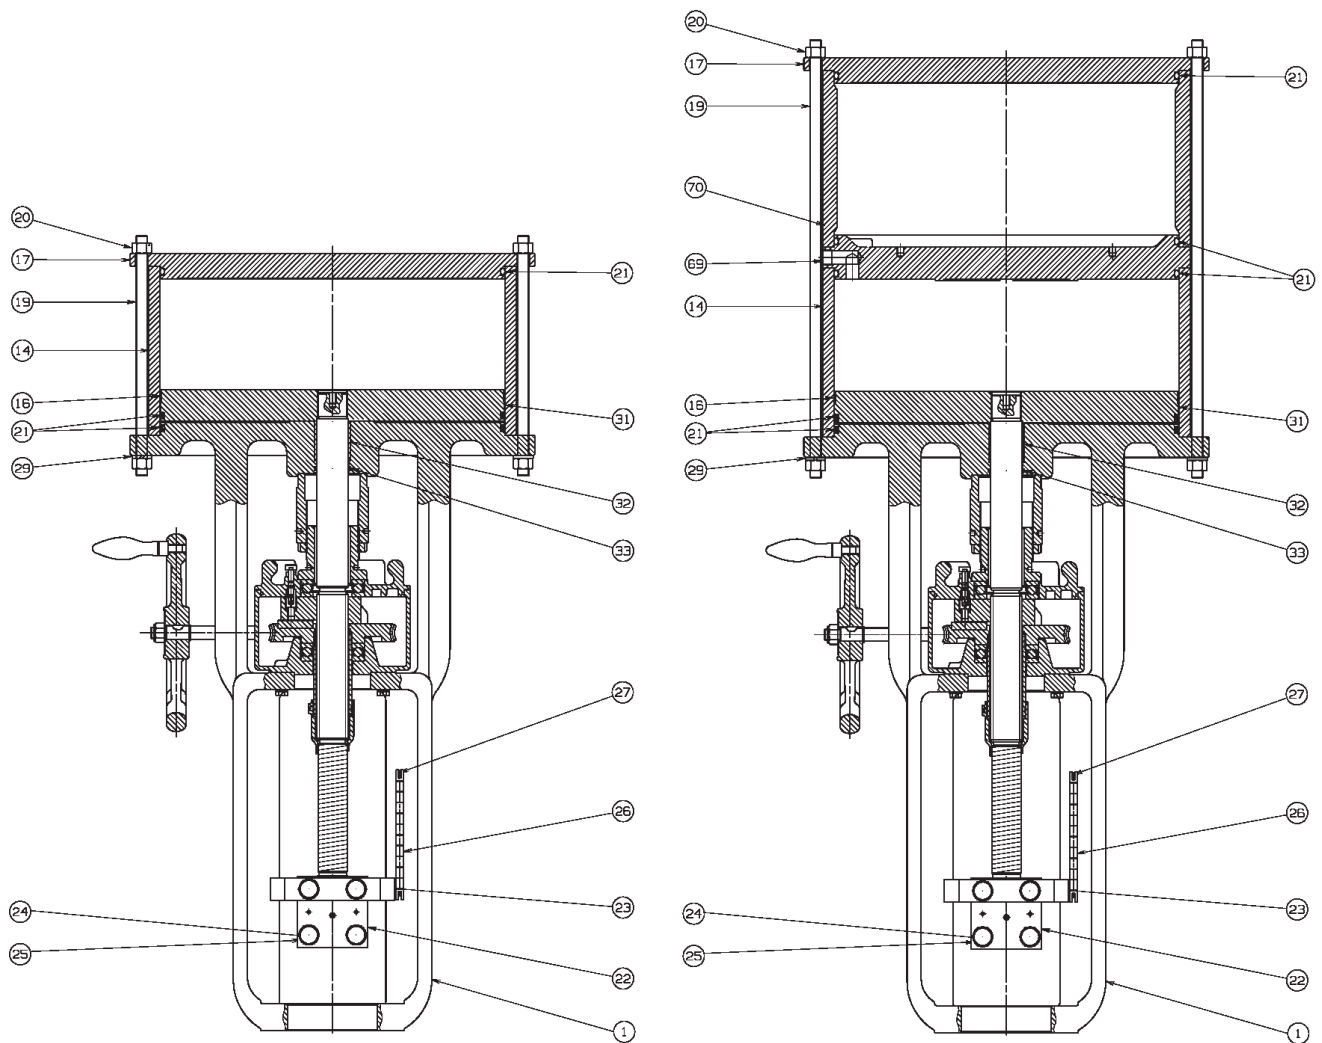
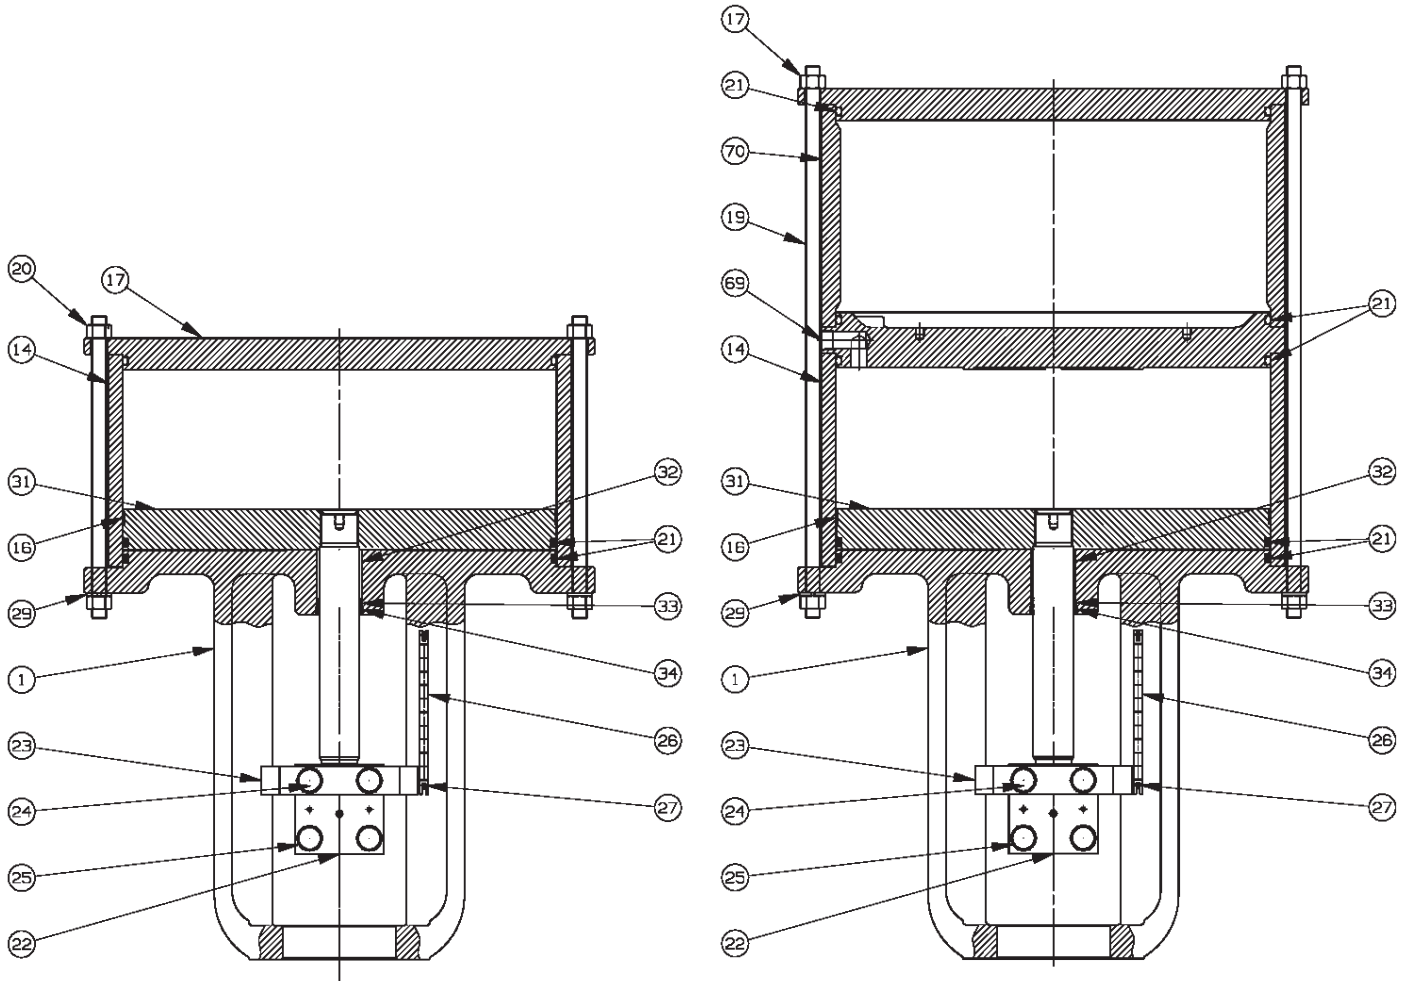

Figura 7 - Modelo 51 con volante, con/sin cámara de volumen
Figura 8 - Modelo 51 sin volante, con/sin cámara de volumen
2. Desconecte la tubería de aire de la placa superior (17) y el yugo (1), y asegúrese de que no haya presión de aire en el cilindro (Figura 7 y Figura 8).
2. Apague el suministro de aire al actuador y aisle la presión del proceso de la válvula para evitar el movimiento del tapón (Figura 7 en la página 19).
3. Desconecte la tubería de aire de la placa superior (17), la placa separadora (69) y verifique si hay presión de aire en el cilindro.
4. Retire las tuercas hexagonales (20), las arandelas de bloqueo de resorte (29) y los pernos centrales (19).
- **Con cámara de volumen:** Retire la placa superior (17), el tubo de la cámara de volumen (70), la placa separadora (69), el tubo del cilindro (14), las juntas tóricas (21) y el anillo guía (16).
- **Sin cámara de volumen:** Retire la placa superior (17), el tubo del cilindro (14), las juntas tóricas (21) y el anillo guía (16).
- **Con doble pistón:** Retire la placa superior (17), la tuerca del cilindro superior (20), la arandela elástica (6), la placa superior del pistón (31), la placa separadora (69), el tubo del cilindro inferior (14), las juntas tóricas (21) y el anillo guía (16).
6. Afloje el tornillo de fijación (55) en el adaptador (54) y desenrosque el adaptador (54) del tubo espaciador (5).
7. Retire el submontaje del pistón (31).
3. Desconecte la tubería de aire de la placa superior (Figura 8 en la página 20).
4. Retire las tuercas hexagonales (20), las arandelas de bloqueo de resorte (29) y los pernos centrales (19). Desmonte las tuercas hexagonales (20).
5. Retire la placa superior (17) y el tubo del cilindro (14), evitando cuidadosamente cualquier desalineación horizontal.